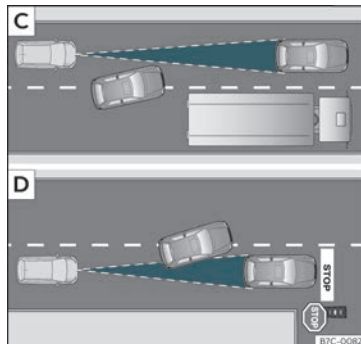

Fig. 174 C) Canvi de carril d'un vehicle. D) Vehicle girant i un altre d'aturat.
- Vehicles que canviïn al carril pel qual esteu circulant i a poca distància del vostre vehicle >>> **fig. 174 [C]**.
Podria ser que l'ACC no reaccionés davant de vehicles aturats. Si un vehicle detectat per l'ACC gira o s'aparta i davant seu hi ha un vehicle aturat, l'ACC no reaccionarà a la seva presència >>> **fig. 174 [D]**.